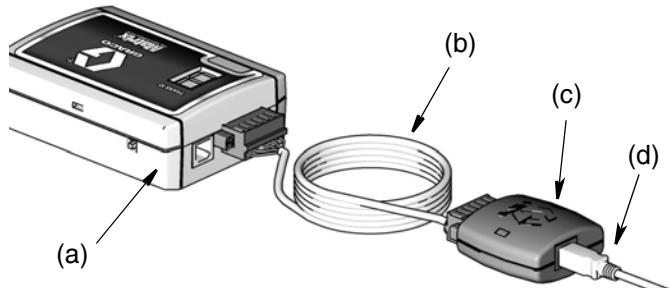

Рис. 8
Преобразователь RS422 (c) (Рис. 8) – для расстояния не больше 1219 м (4000 футов).
- Подсоедините компоненты: приемопередатчик (a), RS422-кабель (b), преобразователь RS422 (c) и USB-кабель (d) (см. Рис. 8).